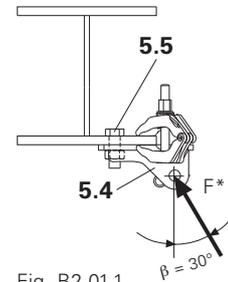

Fig. B2.01.1
(Fig. B2.01.1)
- (Fig. B2.01.1)